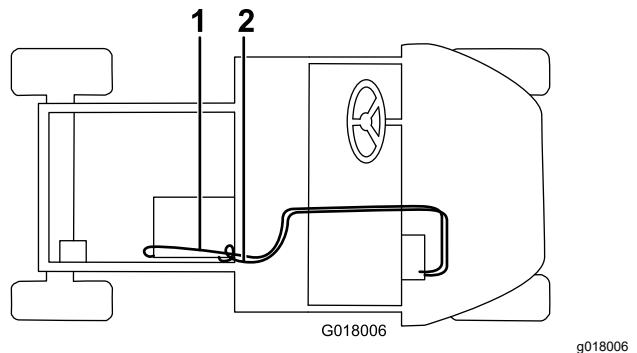

Рисунок 34
- Подсоедините длинный шланг к клапану обогревателя с помощью шлангового хомута и проложите его через отверстие в основании сиденья, отверстие в раме кузова, затем подсоедините его к прямому штуцеру с помощью шлангового хомута (Рисунок 34). Отрежьте излишнюю часть шланга.
- Подсоедините короткий шланг к белому заливному тройнику с помощью шлангового хомута, проложите его через R-образный хомут на вещевом ящике, через отверстие в основании сиденья, затем подсоедините его к тройнику в нижнем шланге радиатора с помощью шлангового хомута (Рисунок 34). Отрежьте излишнюю часть шланга.